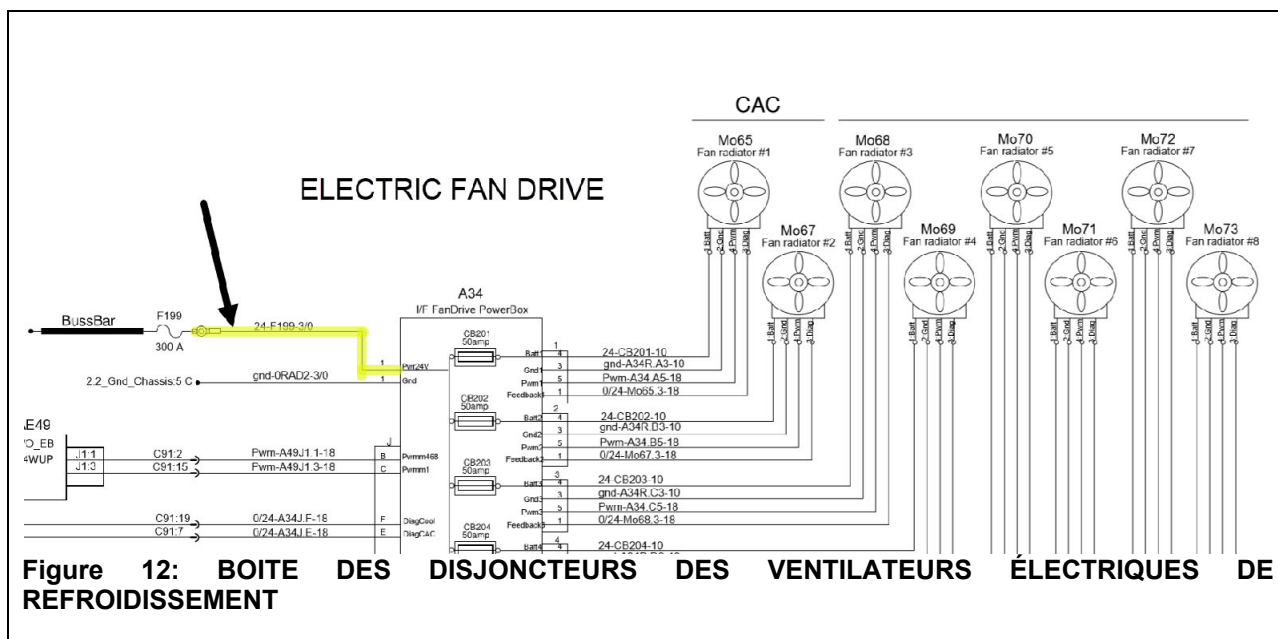

Figure 12: BOITE DES DISJONCTEURS DES VENTILATEURS ÉLECTRIQUES DE REFROIDISSEMENT
- De la boîte des disjoncteurs des ventilateurs électriques de refroidissement jusqu'au fusible F199 dans le compartiment principal d'alimentation (Figure 12)